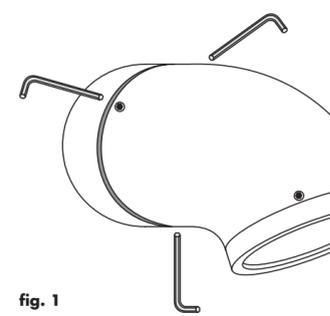

fig. 1
Die 3 Stifte auf der Rückseite des Lichtkörpers lösen (dazu Inbuschlüssel 2) verwenden) und den Boden herausnehmen (Abb. 1).
Alloggiare il corpo ottico sulla base e bloccare gradualmente ed alternativamente i 3 grani per permettere una corretta compressione della guarnizione (fig. 1).
Loosen the 3 dowels at the back side of the optical body (use hexagonal key 2) and remove the base (fig. 1).
House the optical body on the base and block gradually and alternatively the 3 dowels to allow a right compression of the gasket. (fig. 1).
Desserrer les 3 grains du côté postérieur du corps optique (utiliser clé hexagonale 2) et enlever la base (fig. 1).
Placer le corps optique sur la base et bloquer graduellement et alternativement les 3 grains pour permettre une compression correcte de la garniture (fig. 1).
Die 3 Stifte auf der Rückseite des Lichtkörpers lösen (dazu Inbuschlüssel 2 verwenden) und den Boden herausnehmen (Abb. 1).
Den Lichtkörper wieder auf den Boden setzen. Dabei schrittweise und abwechselnd die 3 Stifte anziehen, um einen einwandfreien Sitz der Dichtung zu gewährleisten (Abb. 1).
Alfajar los 3 tornillos sin cabeza situados en la parte trasera del cuerpo óptico (utilizar llave hexagonal 2) y quitar la base (fig. 1).
Montar el cuerpo óptico sobre la base y apretar de forma gradual y alterna los 3 tornillos al fin de comprimir correctamente la junta (fig. 1).